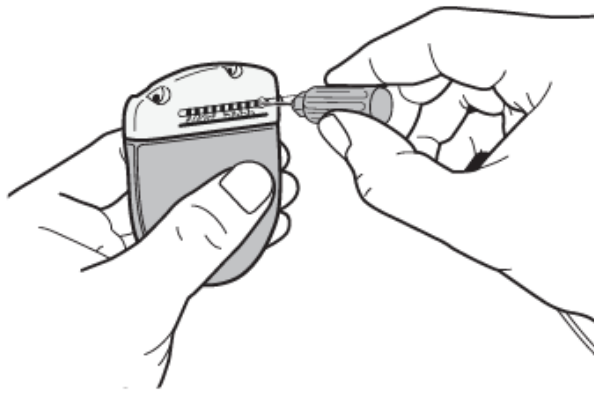

Рисунок 34. Введение динамометрического ключа в коллектор ИГИ
8. Проведите динамометрический ключ через прорезь в перегородке, расположенной сбоку коллектора ИГИ (рисунок 34).